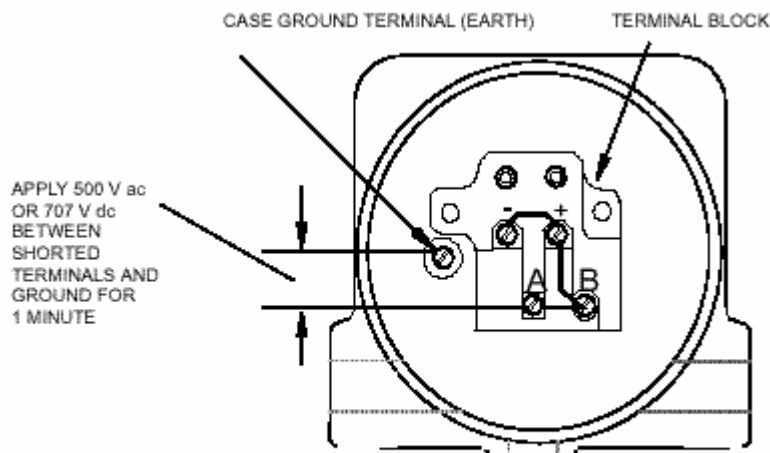

Figura 22. Conexiones para Prueba Dieléctrica Post Ensamble.
Para asegurar que no existan fallas a tierra en cualquier cable interno, aplicar un voltaje de 500V C.A. o 700V CD durante un minuto entre las terminales de entrada (+), (-), (A),(B), y tierra del compartimento del instrumento como se muestra en la figura 22.
2. Cuidadosamente introduzca la punta del sensor al orificio del conector mecánico y jale la punta del sensor hacia la caja de conexiones, hasta que el sensor este tocando el conector mecánico. Ver figura 22.